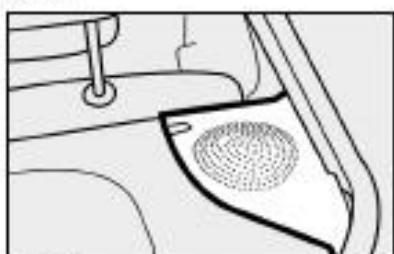

fig. 116
- alto-falantes na porta dianteira figs. 116.